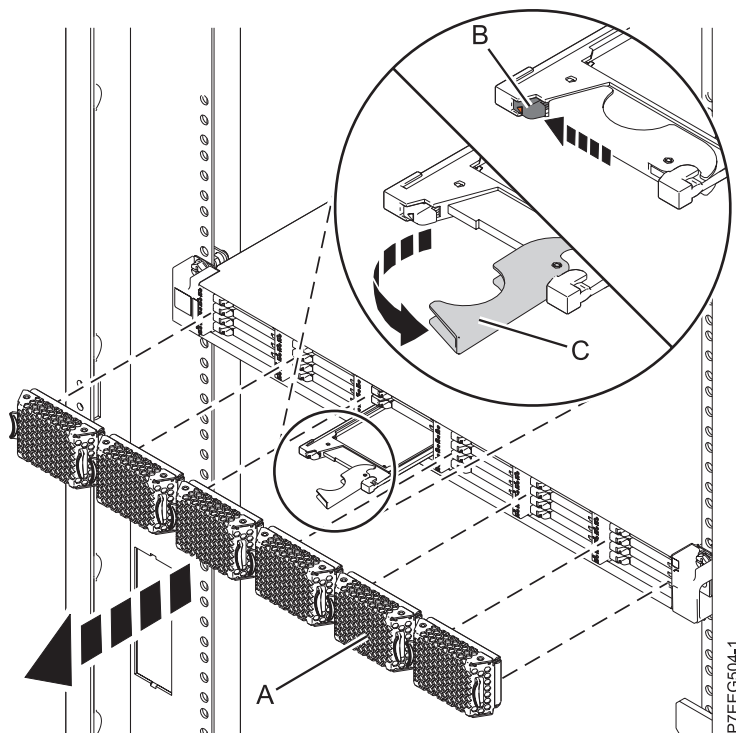

Figura 15. Extracción de la unidad de estado sólido de Alojamiento de almacenamiento PCIe de EDR1
1. Retire la placa frontal (A) que cubre la ranura que contiene la unidad de estado sólido.
2. Deslice suavemente el pestillo de liberación (B) por encima para desbloquear el asa de la unidad. Consulte Figura 15 en la página 23.
4. Cuando parpadee el LED de identificación de la unidad de estado sólido, agarre el asa (C) y saque parcialmente la unidad de la ranura.